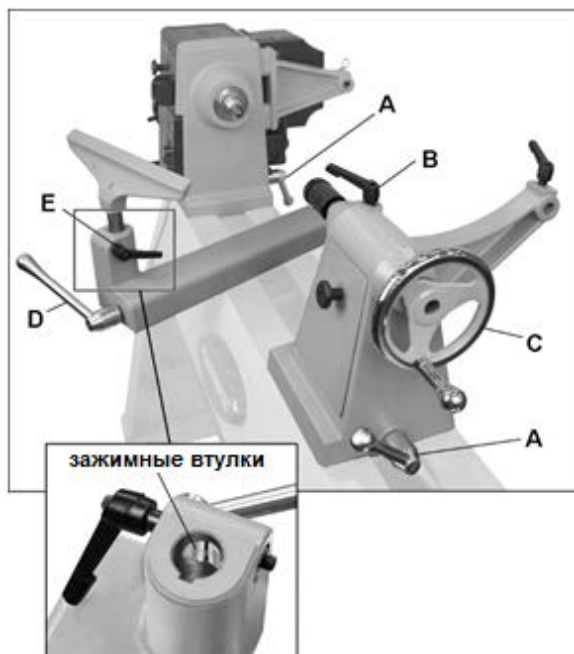

Рис. 8-1: передняя бабка, задняя бабка, подручник
Чтобы передвинуть переднюю или заднюю бабку, поверните запорную рукоятку (А, Рис. 8-1) вперед или назад так, чтобы бабка могла свободно
Ослабьте запорную рукоятку (В, Рис. 8-1), чтобы выдвинуть или задвинуть пиноль задней бабки с помощью вращения маховика (С). Снова затяните рукоятку (В).
Ослабьте запорную рукоятку на основании подручника (D, Рис. 8-1), чтобы перемещать основание вперед-назад или поворачивать. Перед работой на станке плотно затяните рукоятку.
Ослабьте малую рукоятку (Е, Рис. 8-1). Убедитесь, что зажимные втулки (выносной вид, Рис. 8-1) достаточно разведены, чтобы установить удлинительную стойку подручника.
Запорные рукоятки, такие как В, Рис. 8-1, можно повернуть в более удобное для оператора положение. Просто поднимите рукоятку и прокрутите вокруг оси, затем отпустите, убедившись, что она осталась на оси.
2. Для его демонтажа ослабьте запорную рукоятку (В, Рис. 8-1) и задвиньте пиноль, вращая маховик против часовой стрелки до тех пор, пока центр не отсоединится самостоятельно. Предотвратите падение центра, так как он может повредиться.